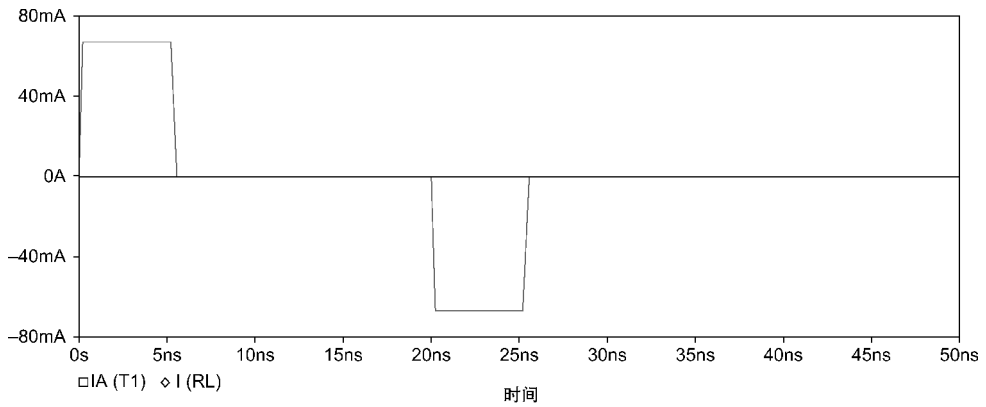

图 17.18 传输线开路时的电流波形
10. 在 Capture 原理图中删除电压探针，然后在传输线 T1 的入射端和负载电阻 RL 的顶端放置电流探针。不必对电路重新运行仿真，电流波形将自动显示在 Prober 图形显示窗口中。因为负载开路，所以输出电流为 0。如图 17.18 所示，开路电流将会以同样的幅度反射回入射端，但是相位差为  $180^\circ$ 。